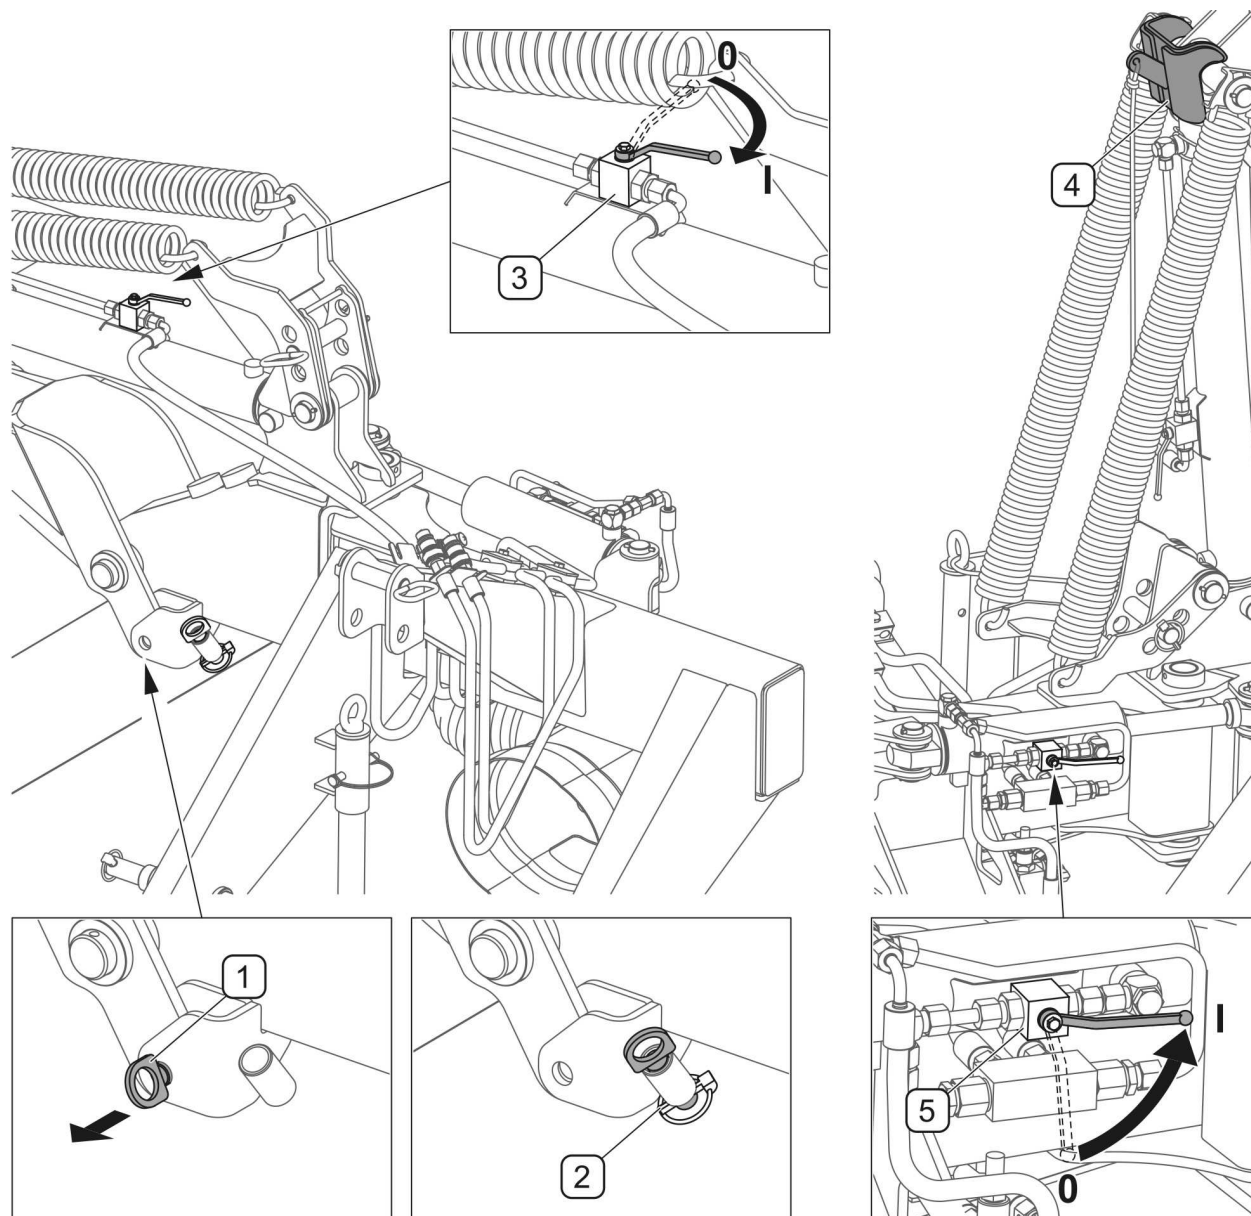

РИСУНОК 4.4 Установка в транспортное положение
После навески косилки на трактор необходимо вынуть шкворень (1), блокирующий несущее плечо (РИСУНОК 4.4)
деблокировать и извлечь шкворень (1) блокады плеча (РИСУНОК 4.4), вставить его во втулку и заблокировать чекой (2),
В ходе транспортировки косилки, навешенной на трактор, убедитесь, что правильно защелкнулись собачки гидроцилиндров откидывания, а клапаны гидроцилиндров находятся в положении "0 – закрыто" (РИСУНОК 4.4)